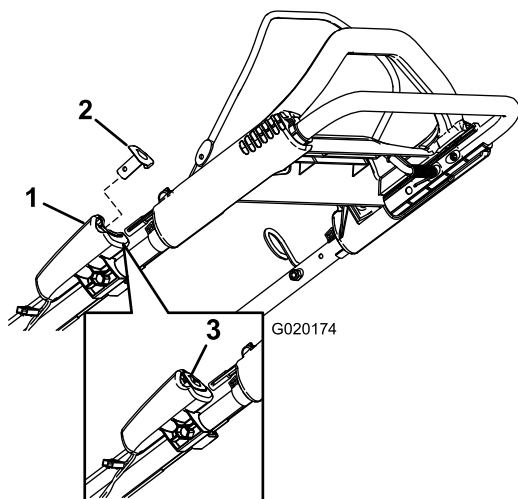

Figuur 16
1. Druk de bedieningsstang van het maaimes tegen de handgreep en houd deze positie vast (Figuur 16).